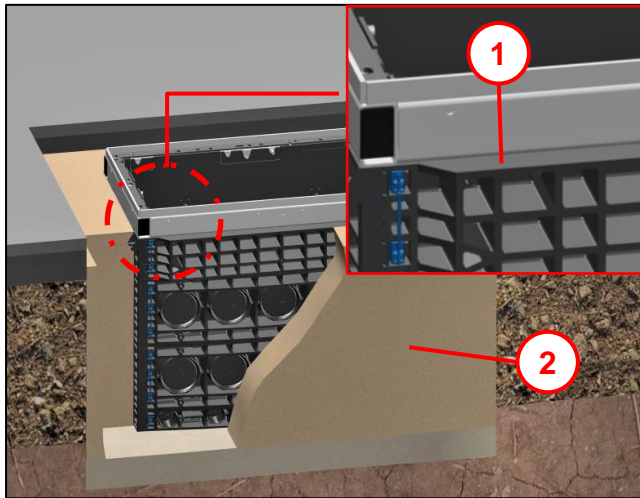

Abb. 30
- Baugrube mit verdichtungsfähigem Material (3) stufenweise nach ZTV A-StB 12 (bzw. ZTV E-StB 09) bis **Auflagefläche Koprahmen (2)** verfüllen ( siehe auch Abb. 30).
- Die Gewindestifte mit Innensechskant SW5 für die Höhenverstellungen (1), sind an allen vier Ecken angebracht.